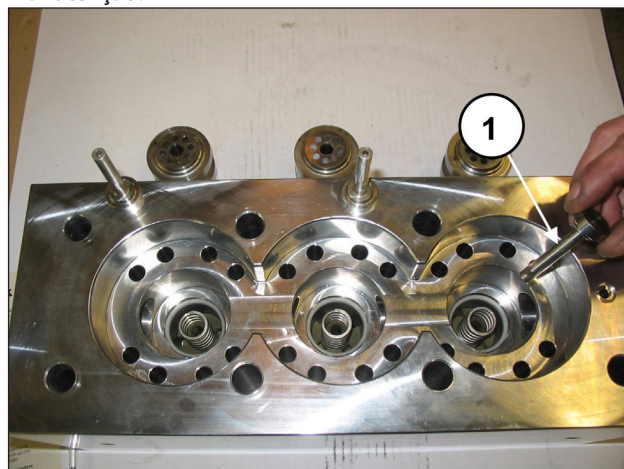
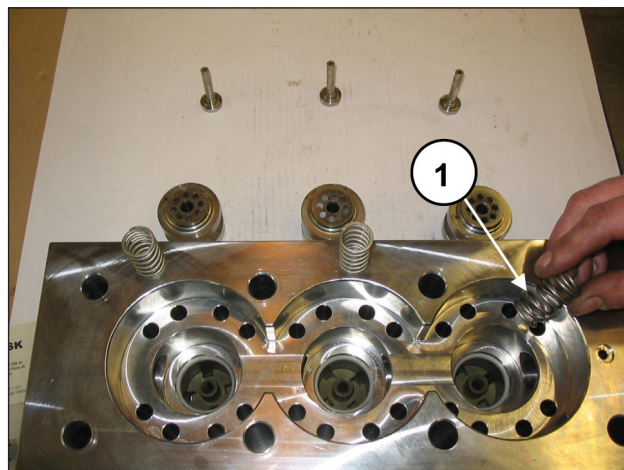
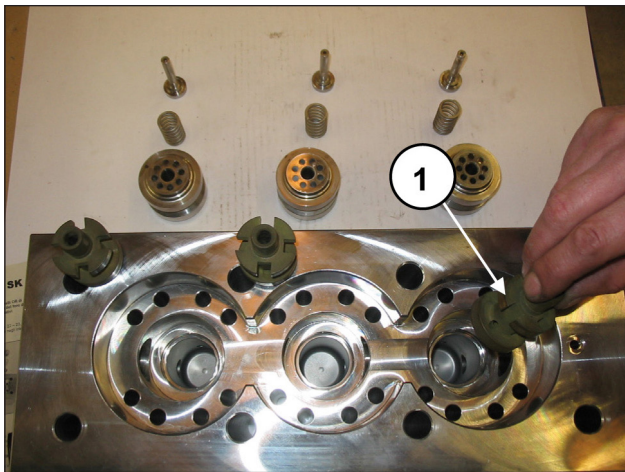

Fig. 104
Fig. 105
Fig. 106
Extraia as placas de fluxo (pos. ①, Fig. 104), e as respectivas guias (pos. ①, Fig. 106), com as respectivas molas (pos. ①, Fig. 105), verifique o seu estado de desgaste e execute, se necessário, eventuais substituições, e se necessário, nos intervalos indicados no capítulo 11 do *Manual de uso e manutenção*.